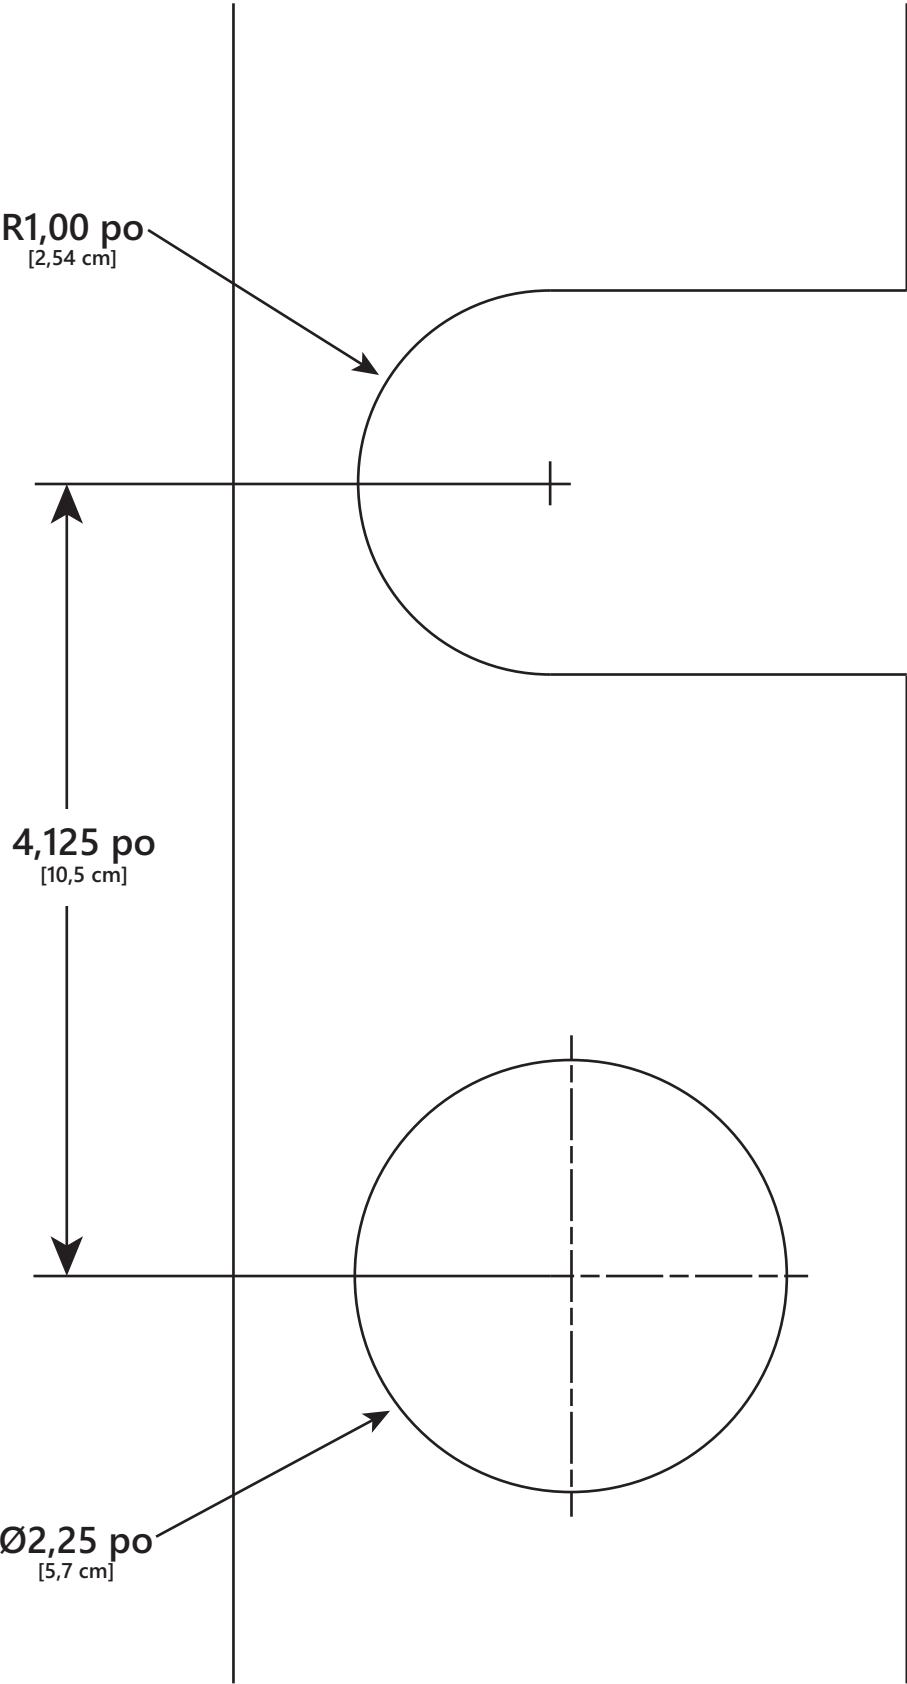

Figure 4. Gabarit de trou pour SumpJet
9. Si un couvercle de puisard est souhaité, utiliser des boulons en U pour fixer la SumpJet au couvercle du puisard. Voir Figure 4 pour déterminer l'emplacement correct des trous nécessaires dans le couvercle du puisard.